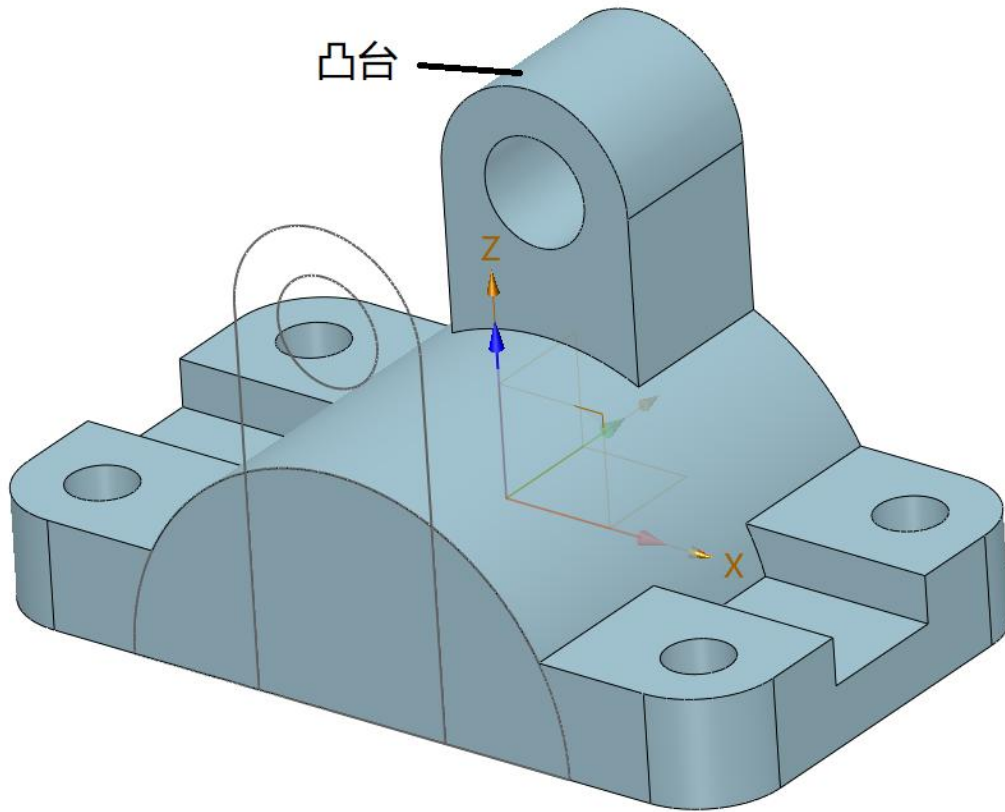

图 7-6 凸台绘制
4、绘制半径 15mm，孔半径 8mm 的凸台。在 XZ 平面构建凸台草图，如图 7-6 所示。